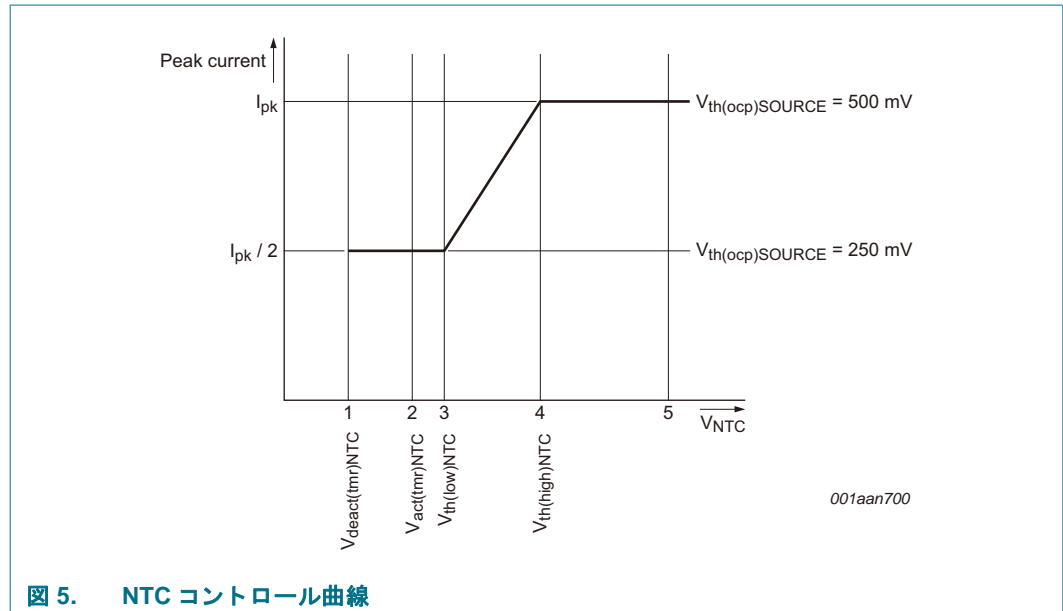

図 5. NTC コントロール曲線
NTC ピンは、LED 温度保護を制御するために使用できます。また、デジタル信号を使用したライト出力のオン/オフの入力として使用することもできます (PWM 調光)。このピンには  $I_{offset(NTC)}$  の電流を生成する内部電流源があります。LED の温度をモニタリングする NTC 抵抗器は、直接 NTC ピンに接続できます。抵抗値および NTC ピンの対応する電圧によって、コンバータは下図 (図 5) のように反応します。
NTC ピンの電圧が  $V_{th(high)NTC}$  より高い場合 (図 5 (4))、コンバータは定格出力電流を供給します。電圧がこのレベルより低い場合、ピーク電流は  $V_{th(low)NTC}$  になるまで徐々に減少します (図 5 (3))。これで、ピーク電流は定格動作のピーク電流の半分になります。  $V_{act(tmr)NTC}$  を過ぎると (図 5 (2))、下記の状況を区別するためのタイマーが起動します。
- $t_{to(deact)NTC}$  時間内にローレベル  $V_{deact(tmr)NTC}$  に達しなかった場合 (図 5 (1)) LED 過熱が検出され、IC はスイッチングを停止して HV ピン電圧からの再開を試行します。NTC ピンの電圧が  $V_{th(high)NTC}$  を上回ると再開します (図 5 (4))。ピーク電流の減少によって NTC 温度が低下しなかったとして、LED OTP がオンになります。
- $t_{to(deact)NTC}$  時間内にローレベル  $V_{deact(tmr)NTC}$  に達しなかった場合 (図 5 (1))、ピンが外部的にプルダウンされたと判断されます。再開機能は起動せず、出力電流がゼロまで減らされます。この方法で PWM 調光を実装することができます。電圧が  $V_{deact(tmr)NTC}$  を超えると、再度出力電流が増加します。
NTC ピンを使用してソフトスタート機能を実現できます。電源投入の間、NTC ピンのレベルは LOW になります。コンデンサを接続することで (NTC 抵抗と並列)、時定数を定義できます。時定数によって、NTC ピンのレベルがゆっくりと上昇します。  $V_{th(low)NTC}$  レベルを過ぎると (図 5 (3))、コンバータが最大電流の半分で起動します。  $V_{th(high)NTC}$  に達すると (図 5 (4))、出力電流が最大値に向かってゆっくりと上昇します。